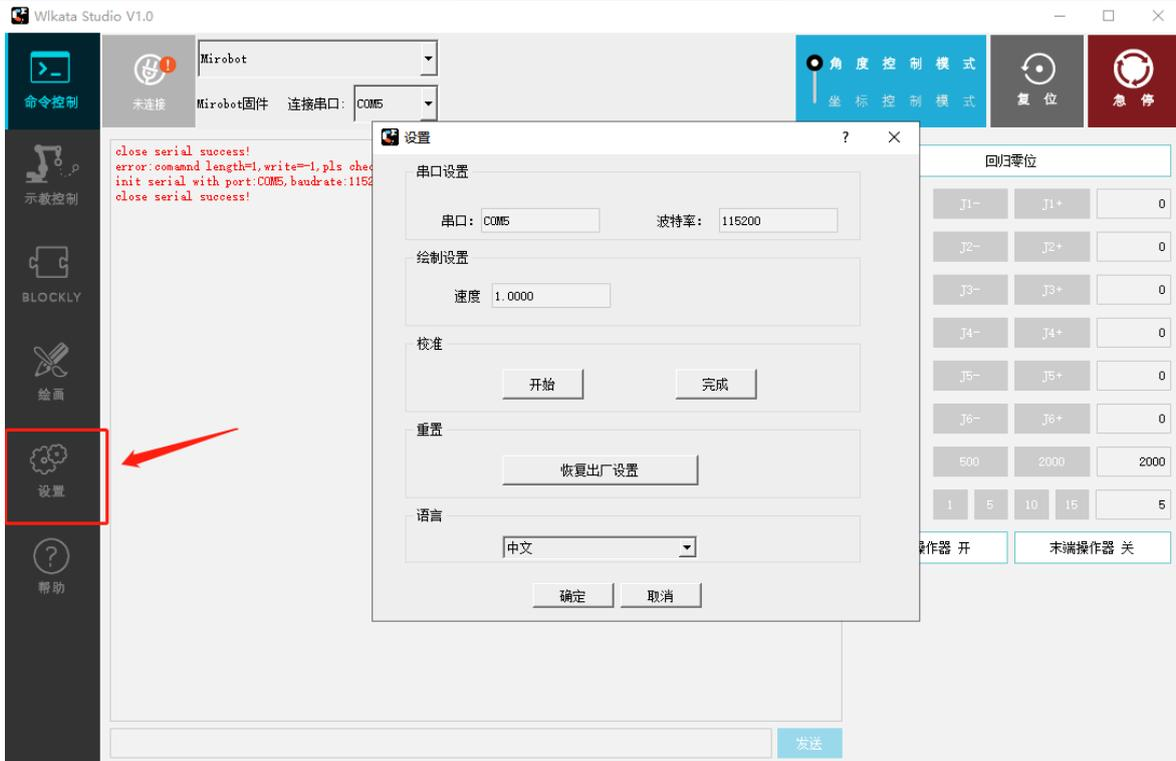

图 2.9 Wlkata studio 软件的 设置选项卡
- (3) 打开 Wlkata studio 软件。单击 设置 选项卡，如图 2.9 所示。